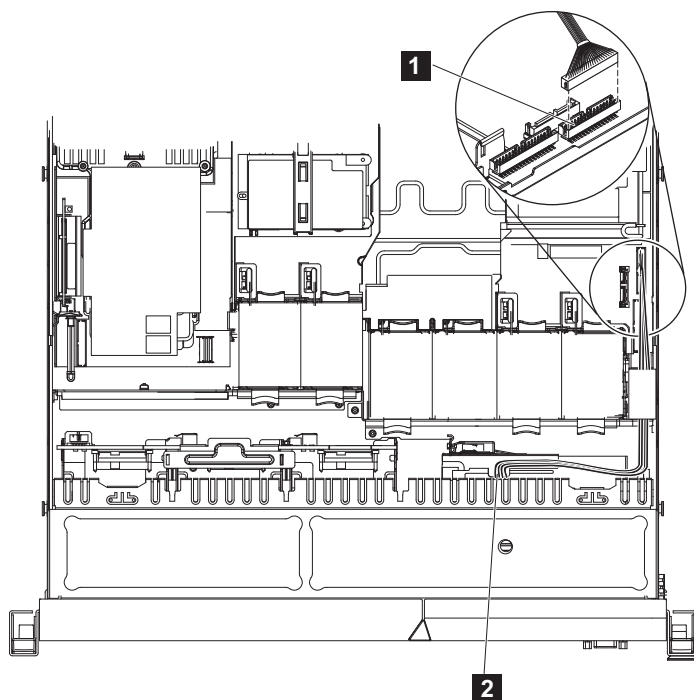

Figura 266. Desconectando o cabo do painel de informações do operador do SAN Volume Controller 2145-CG8 ou 2145-CF8
3. Desconecte o cabo do conector acima do conector de cabo de Vídeo/USB no lado direito do nó, conforme mostrado em Figura 266 na página 332.